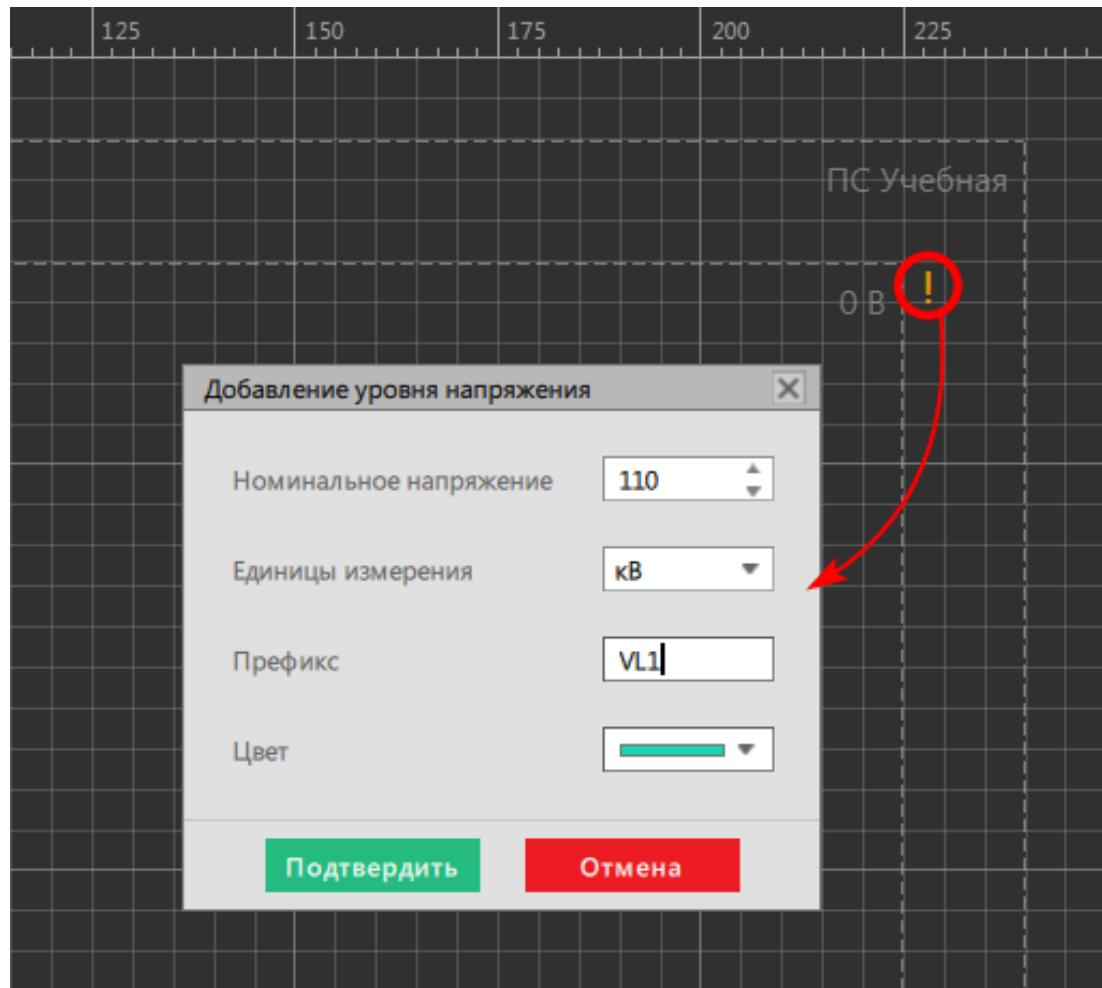

Рисунок 362 - Добавление уровня напряжения
5. Выделите область в редакторе внутри энергообъекта из п.3, нажмите на ! с зажатой клавишей Alt и задайте параметры уровня напряжения (Рисунок 362).